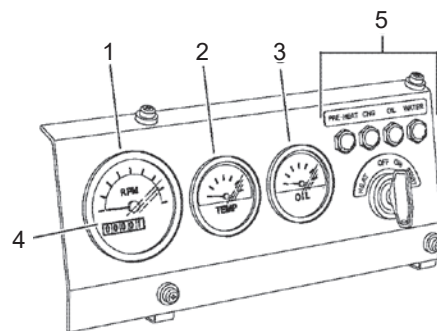
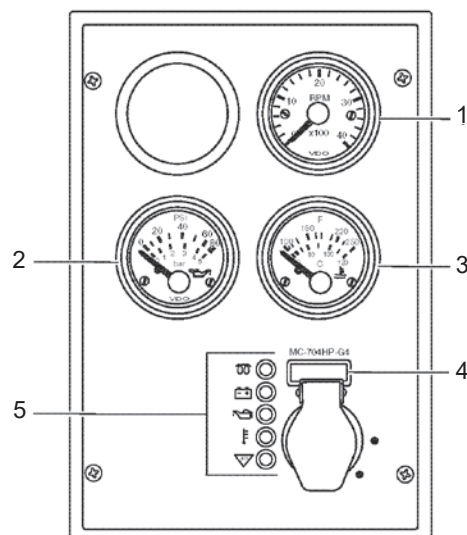

Рис.34
Рис.35
1. При работающем двигателе проверьте датчики на предмет нормальных показаний. Датчики, показанные на рис. 35 и рис. 34, предназначены только для иллюстрации.
- Тахометр (1, Рис. 35) или (1, Рис. 34) — убедитесь, что частота вращения двигателя находится в пределах нормы. См. Характеристики частоты вращения двигателя на стр. 74.
- Давление масла в двигателе (2, Рис. 35) или (3, Рис. 34) - Убедитесь, что давление масла в двигателе находится в пределах нормы. См. Основные характеристики двигателя на стр. 75.
- Температура охлаждающей жидкости двигателя (3, Рис. 35) или (2, Рис. 34) — убедитесь, что температура охлаждающей жидкости двигателя находится в пределах нормы.
- Счетчик часов. На дисплее счетчика часов (4, Рис. 35) или (4, Рис. 34) отображается общее количество часов, отработанных двигателем. Это полезно для планирования операций периодического технического обслуживания. См. График периодического технического обслуживания на стр. 45.
2. После достижения двигателем рабочей температуры все индикаторы (5, Рис. 35) или (4, Рис. 34) должны погаснуть. Если какой-либо из индикаторов горит, заглушите двигатель и выполните необходимый ремонт.